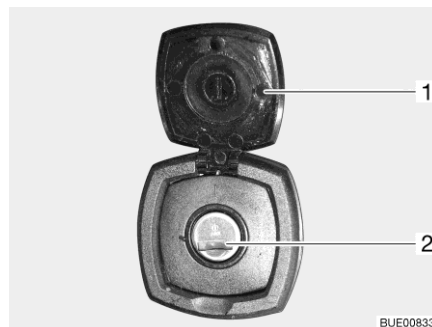

Bild 81 Lucklås, kvadratisk
- Öppna täcklucka (Bild 81,1).
- Stick in nyckeln i låscylindern (Bild 81,2) och vrid ett kvarts varv.